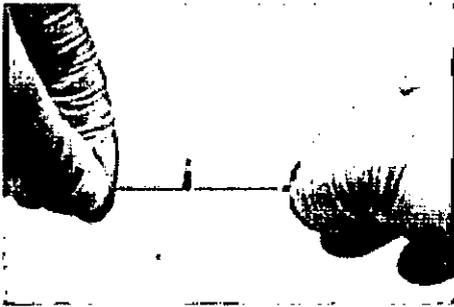

Figura 37
9. Retraiga el microelectrodo 15 mm. (Ver Figura 37)